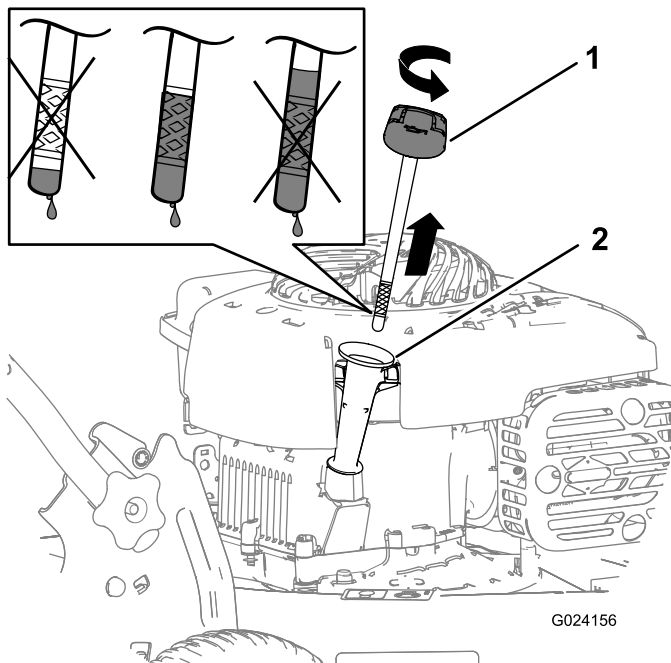

Figure 17
8. Sortez de nouveau la jauge et vérifiez le niveau d'huile (Figure 17).